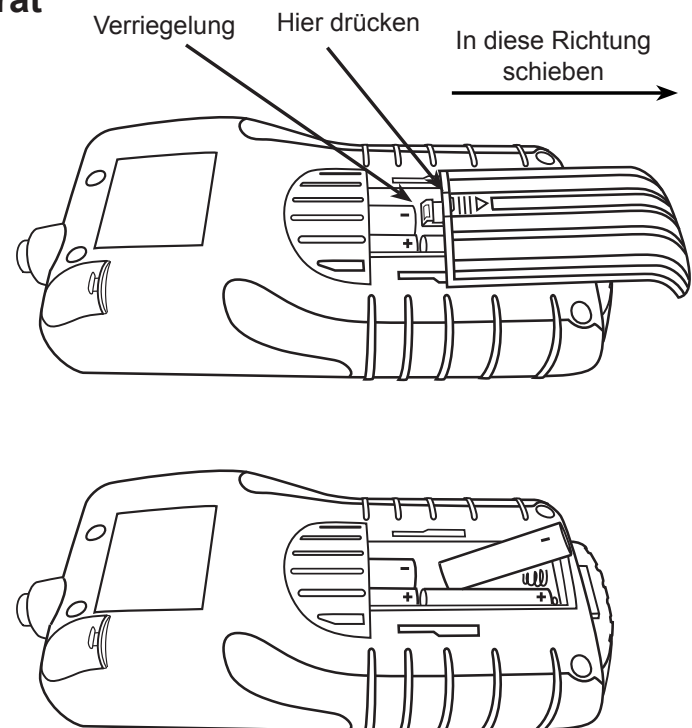

Abbildung 22: Batterieaustausch
5. Legen Sie neue Batterien ein, wie in *Abbildung 22* dargestellt. Achten Sie auf die richtige Lage des Plus- und Minuspols.